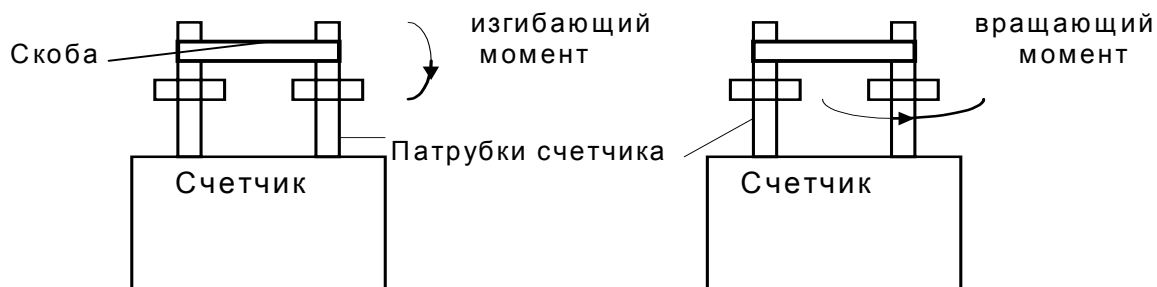

Рис. 2
- 4.1. На трубопровод должны быть приварены соосно с трубопроводом и параллельно друг другу две трубки с накидными гайками (для обеспечения соосности сварка проводится с помощью специального кондуктора). Для обеспечения заданного межосевого расстояния между трубами на трубопровод крепится скоба (рис. 2), которая воспринимает изгибающие усилия от трубопровода и обеспечивает отсутствие на патрубках счетчика изгибающих усилий.
- 4.7. При установке счетчика изгибающий момент, который может возникнуть на патрубках счетчика вследствие деформации трубопровода, не должен превышать 20 Н·м (при диаметре патрубков 20 мм) и 40 Н·м (при диаметре патрубков 25 мм) (см. рис. 2).
- 4.8. Затягивание накидных гаек необходимо выполнять динамометрическим ключом. Вращающий момент не должен превышать 80 Н·м (при диаметре патрубков 20 мм) и 110 Н·м (при диаметре патрубков 25 мм) (см. рис. 2).